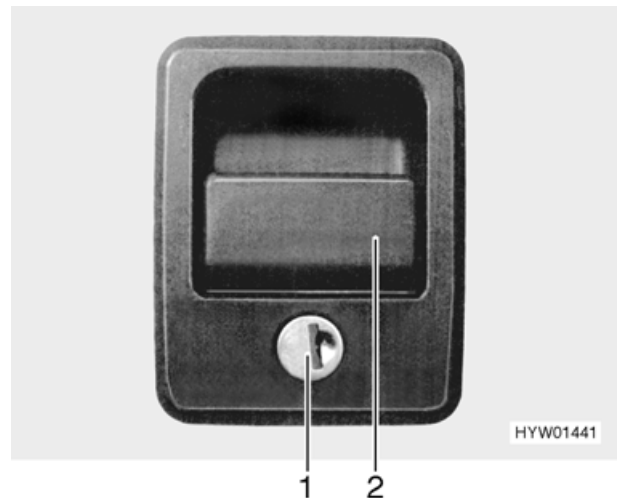

Fig. 27 Serratura dello sportello (variante 1)
- Inserire la chiave nel cilindro della serratura (Fig. 27,1) e girare in senso antiorario di un quarto di giro. La serratura dello sportello è aperta.
- Tirare la maniglia della serratura (Fig. 27,2). In questo modo si apre lo sportello esterno.